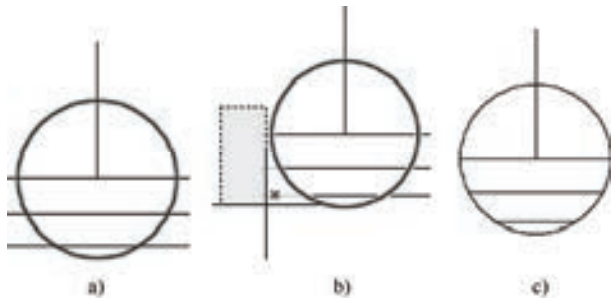

图 4-74 窗交方式选择修剪对象
(4) 窗交(C) 选择此选项时, 系统以窗交的方式选择被修剪对象, 如图 4-74 所示。
被选择的对象可以互为边界和被修剪对象, 此时系统会在选择的对象中自动判断边界, 如图 4-74 所示。